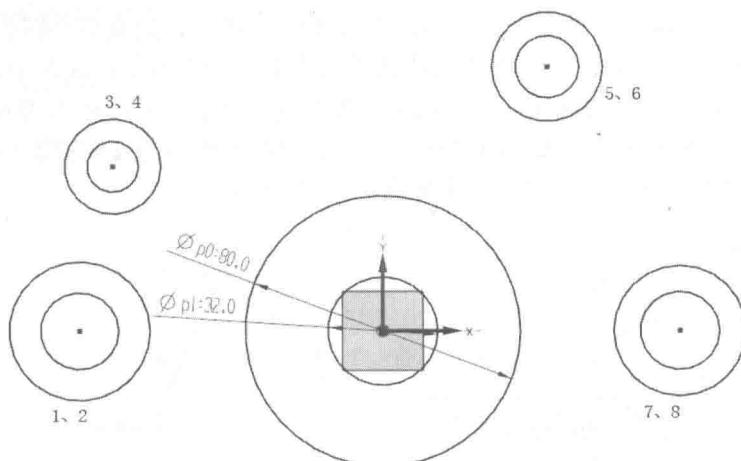

图 1-2-12 绘制 8 个圆
(5) 在【草图工具】工具条中选择 (圆) 按钮，在【圆】浮动工具条中选择 (圆心和直径定圆) 按钮，按照图 1-2-12 所示绘制 8 个圆，注意圆 1 和 2、圆 3 和 4、圆 5 和 6、圆 7 和 8 均为同心圆，且半径与图样尺寸接近。